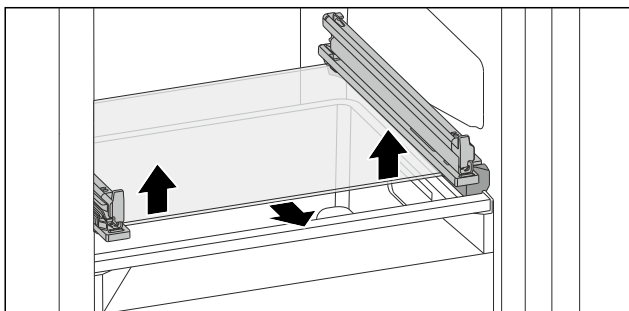

Fig. 133 Стеклопластина откидного выдвижного ящика
- ▶ Нажмите на стеклянную пластину снизу вверх с обеих сторон. (см. Fig. 133)